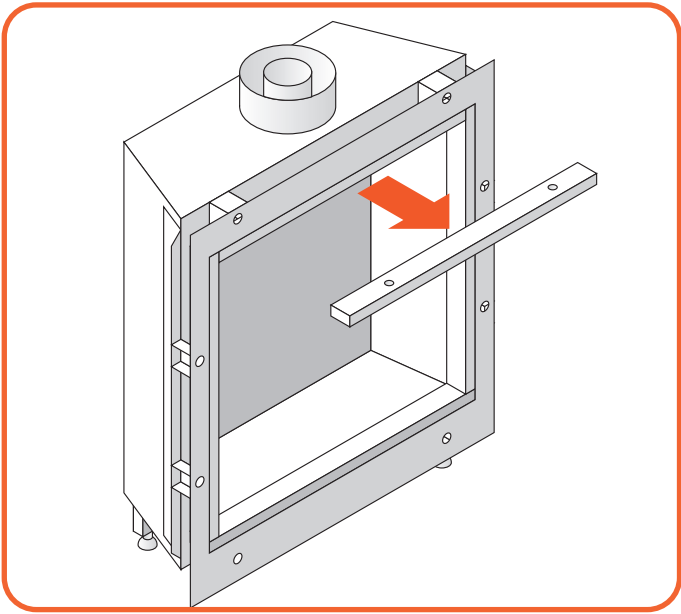

Abb. 9.4 Abneme die obere Verkleidung
- Nehmen sie die obere Verkleidung ab (Abbildung 9.4).